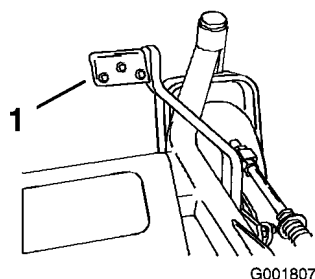

Figura 25
2. Premete la leva di sollevamento assistito ed alzate contemporaneamente la leva dell'altezza di taglio (Figura 25).